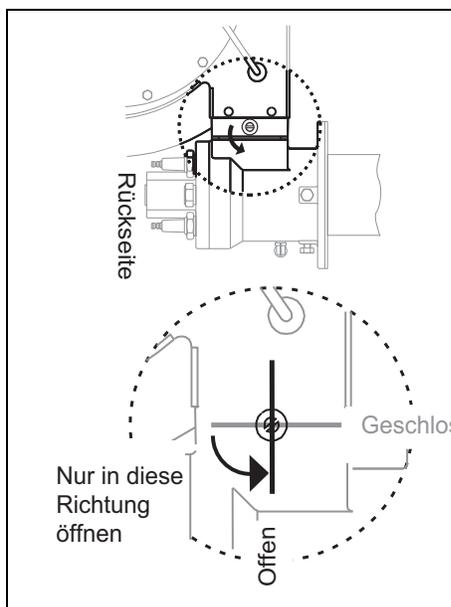

Abbildung 4.1. Öffnungsrichtung der Luftdrosselklappe
8. Überprüfen Sie, ob der Stellantrieb die Luftdrosselklappe wie in Abb. 4.1 gezeigt zur Rückseite des Brenners hin öffnet. Ist dies nicht der